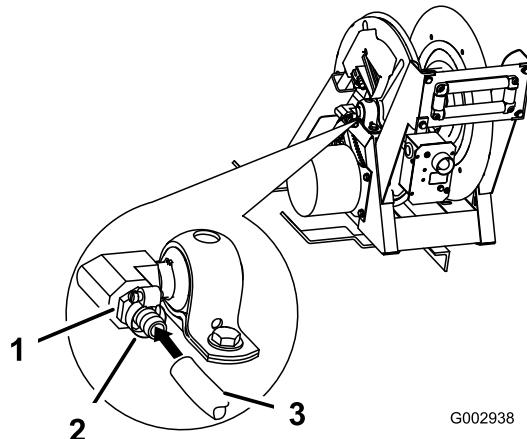

Figura 20
20. Avvolgete del nastro di Teflon in senso antiorario attorno ai filetti del raccordo dentellato (3/4 poll.) e montatelo nell'orifizio di entrata sul fianco dell'avvolgitubo (Figura 20).
22. Collegate il gruppo flessibile al raccordo sull'avvolgitubo (Figura 20) e fissate entrambe le estremità con due piccole fascette stringitubo.